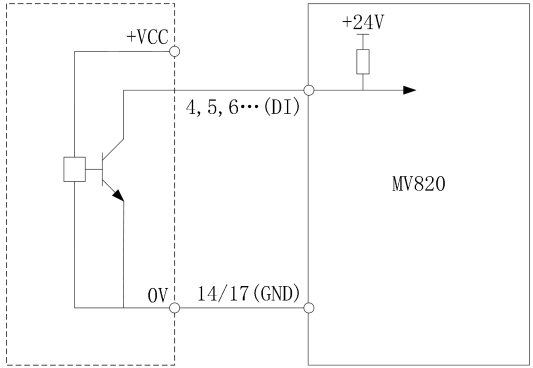

图 4-19 外部控制器为 NPN 连接方式
② 外部控制器为 NPN 型的共发射极输出，接线方式如图 4-19 所示。